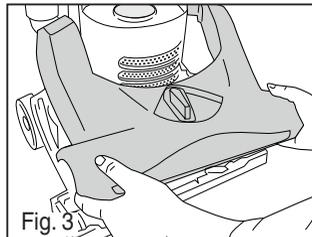

Fig. 3
- 3) Levante y retire la cubierta del cepillo de rodillo (Fig. 3).
- 7) Vuelva la cubierta del cepillo de rodillo (Fig. 3).
- 3) **El conector de la manguera** – Quite la taza para el polvo y quite los desechos de la abertura. Si todavía está bloqueada, quite el tornillo del conector de la manguera y quite el bloqueo (Fig. 3). ©